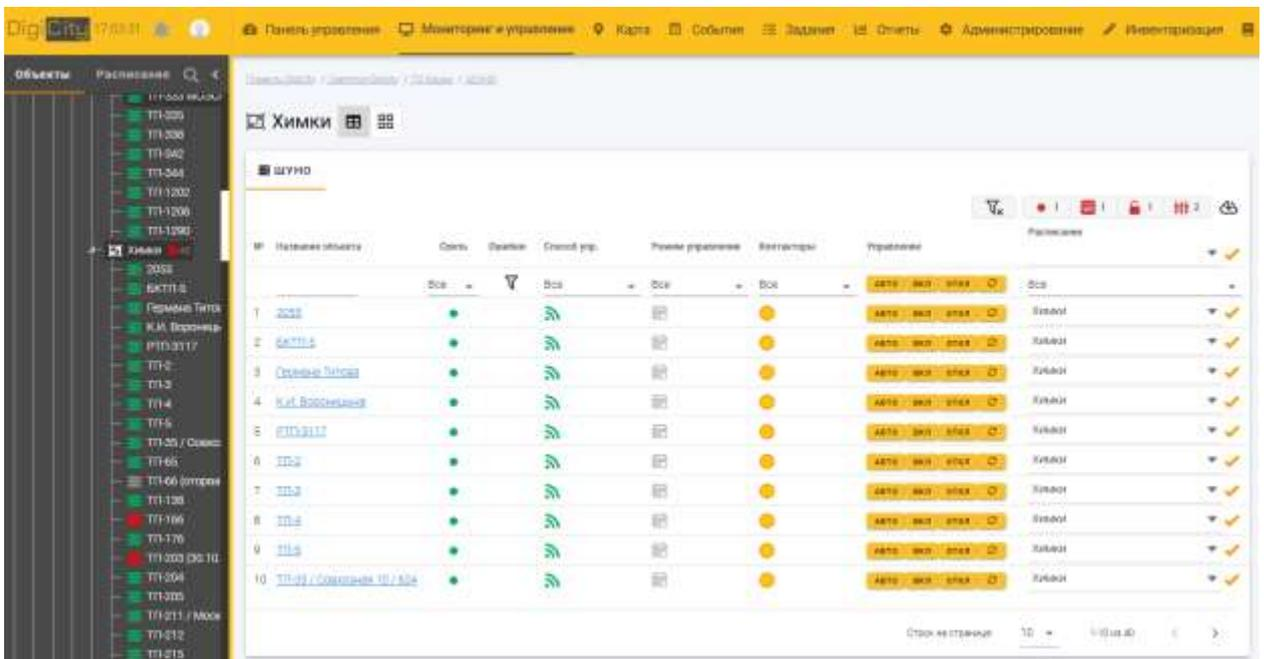

Рисунок 99 – Мониторинг группы устройств
2) Далее перейдите во вкладку «Мониторинг и управление». Здесь можно увидеть все устройства и текущие установленные графики с режимами работы (рис. 99).